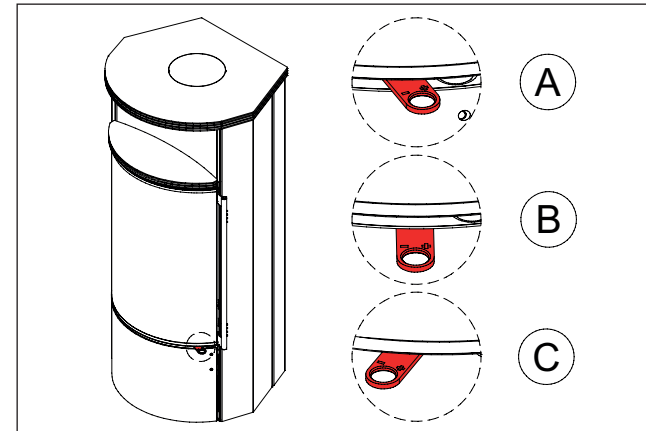

Abb. 23
Die Verbrennungsluftregelung erfolgt stufenlos durch Betätigen des Stellhebels, der sich unterhalb der Tür befindet (Abb. 23). Die Verstellung erfolgt bei geschlossener Feuerraumtür!
6. Anschließend ist der Luftregler etwa in die Mittelposition „B“ zu stellen. Das Abbrandende ist erreicht, wenn das Holz vollkommen abgebrannt ist, kein Schwelbrand oder eine unvollständige Verbrennung entstehen kann. Jetzt kann der Stellhebel geschlossen werden. Wenn Ihr Kaminofen nicht in Betrieb ist, stellen Sie den Regler immer auf Position Luftzufuhr geschlossen „C“ (siehe Abb. 23).